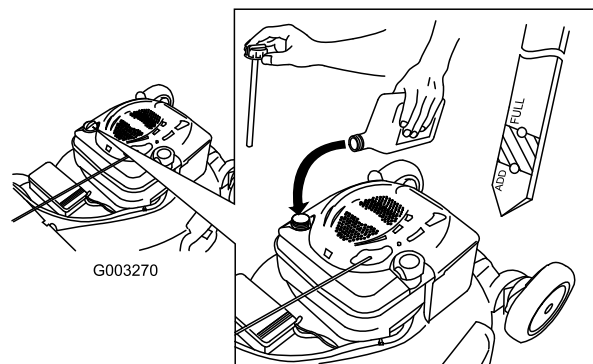

Figura 6
1. Retire la varilla (Figura 6).
2. Vierta **lentamente** aceite en el tubo de llenado hasta que el nivel llegue a la marca "Full" (lleno) de la varilla (Figura 6). Después de añadir aceite, espere 3 minutos antes de comprobar el nivel de aceite con la varilla. **No llene demasiado.** (Capacidad máxima: 0,59 l (20 onzas), tipo: SAE 30, aceite detergente con clasificación de servicio API SF, SG, SH, SJ, SL o superior.)